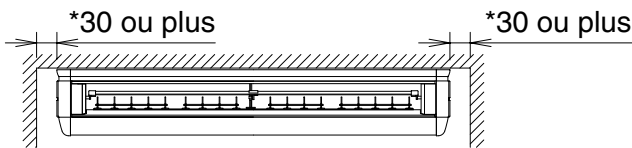
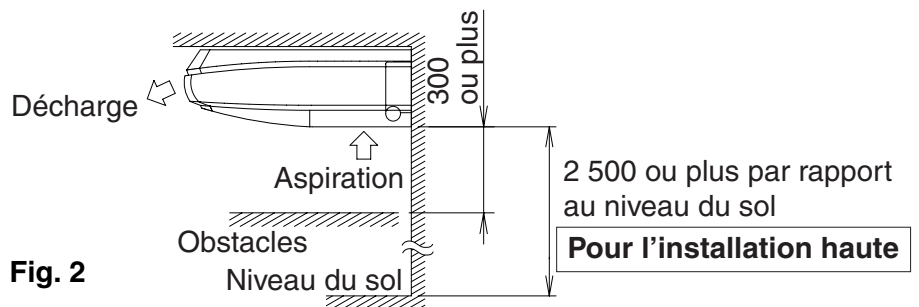

Fig. 1
Fig. 2
(1) Sélectionnez l'emplacement d'installation qui répond aux conditions suivantes et obtenez l'approbation du client.
- Où un espace suffisant pour l'installation et l'entretien est assuré. (**Reportez-vous à la Fig.1 et Fig. 2**)